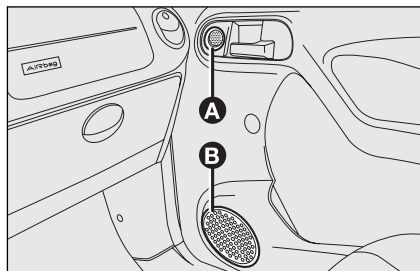

fig. 97
- deux haut-parleurs tweeter **A**-fig. 97 et deux woofer **B** de 40 W maxi chacun sur les portes avant;